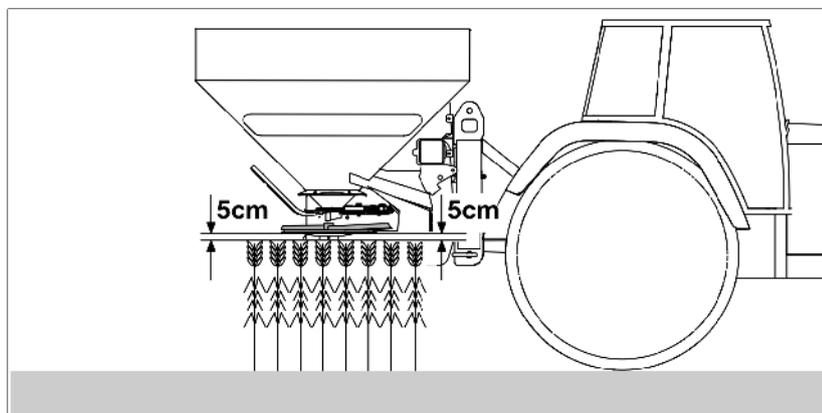

Fig. 62
- Menú principal: acceder al menú Calibrado (Fig. 62/1).